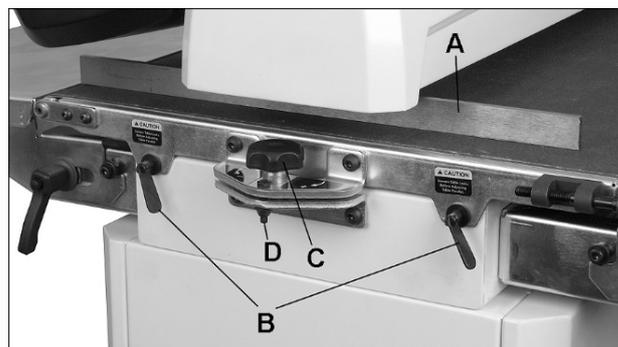

Рис. 8-4: выравнивание барабана
3. Установите линейку между барабаном и столом транспортера с внешней стороны барабана (А, Рис. 8-4).
3. Если в месте нахлеста при шлифовании видна борозда, ослабьте оба фиксатора стола (В, Рис. 8-4) и немного опустите внешнюю сторону стола с помощью ручки (С).
**Примечание:** при обработке узкой заготовки (шириной менее 560 мм) верните стол транспортера в положение, параллельное шлифовальному барабану. Поворачивайте ручку в противоположном направлении до касания со стопорной гайкой (D, Рис. 8-4). Стопорная гайка является упором для установки параллельности стола.